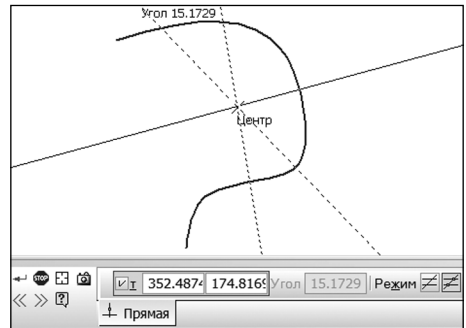

Рис. 10.9. Команда «Перпендикулярная прямая»
- Кнопка **Перпендикулярная прямая**  предназначена для построения перпендикулярных прямых (перпендикулярно другим объектам) с возможностью строить или не строить точки на пересечениях других геометрических объектов с помощью кнопок  . Для построения перпендикулярной прямой необходимо указать кривую или прямую линию, от которой будет строиться эта перпендикулярная прямая. Затем нужно указать точку на экране или на панели параметров, через которую эта прямая будет проходить. Если выбрана кривая в качестве исходной геометрии, то программа может предложить несколько вариантов построения перпендикулярной прямой (рис. 10.9). Для выбора одного из них или всех вместе необходимо использовать кнопки **Предыдущий** или **Следующий** объект   или, указывая мышкой на каждый нужный вариант, нажать левую кнопку мыши.